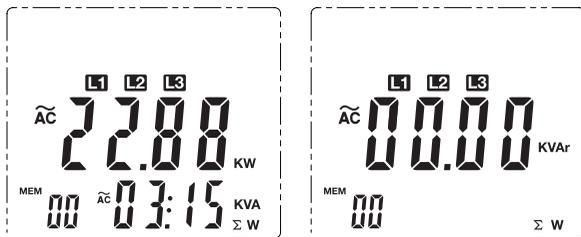

Figure 9
12. Après l'enregistrement de la valeur de mesure de puissance en kW pour la troisième phase, appuyez et maintenez enfoncée la touche Σ pendant 1 seconde *ij* pour afficher le 3 phase somme de kW sur l'affichage principal et kVA sur l'écran secondaire. (figure 9)
9. Après l'enregistrement de la valeur de mesure de puissance en kW pour la phase L3, maintenez enfoncée la touche pendant Σ 1 seconde ij pour afficher le 3 phase somme de kW sur l'affichage principal et kVA sur l'écran secondaire. (figure 9)
pour la Figure 9 : pour 3-wire $\Sigma w = W1 + W3$